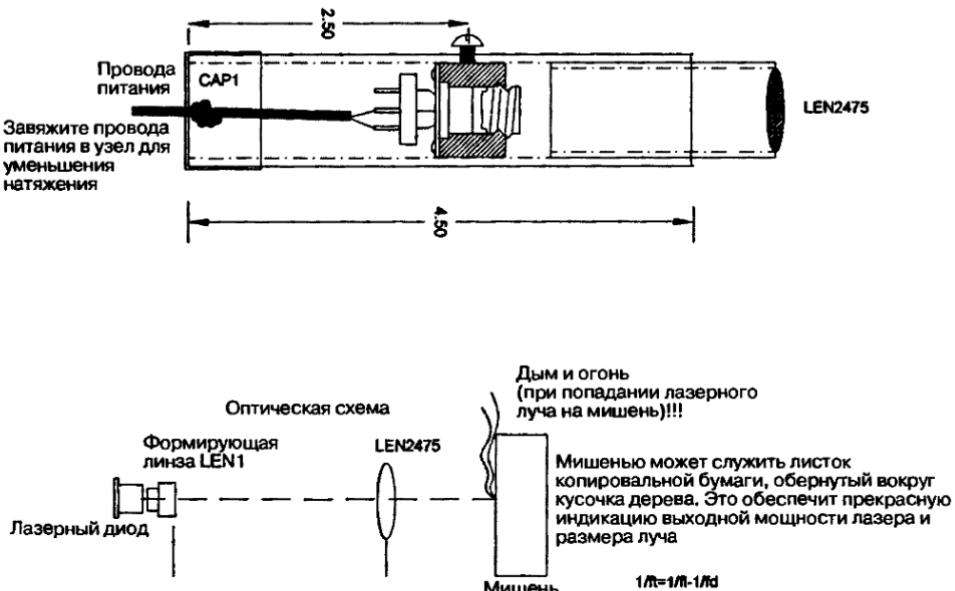

Рис. 9.10. Вид лазерной головки и коллиматора в рентгеновских лучах
1. Обратите внимание на оптическую диаграмму (см. рис. 9.10), которая показывает формирующую и коллиматорную линзу LEN1 и фокусирующую линзу LEN2475. Линза L1 вкручивается в соответствующую резьбу в теплоотводе HSINK1 до точки, которая обеспечивает оптимальную коллимацию. После начальной установки эту линзу можно больше не трогать, за исключением случаев, когда проводится чистка. Для нормальной работы нет необходимости тщательно устанавливать эту линзу.